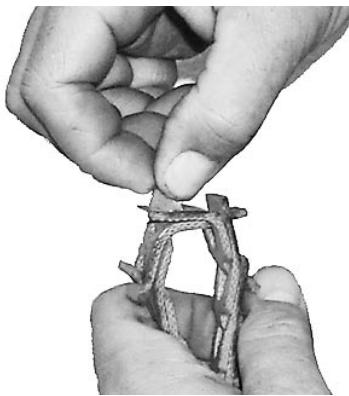

Bild 16
1. Halten Sie den Riemen umgestülpt. Biegen Sie den Riemen so weit wie möglich zurück. Halten Sie ihn mit einer Hand und drehen einen der Vorsprünge 90° parallel zum Schlitz (Bild 16).